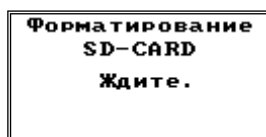

Рисунок 119
7.9.17 Время выполнения операции зависит от емкости используемой SD-карты и может составлять до нескольких минут (рисунок 119). В это время ИБ не реагирует на команды пульта ДУ и нажатия кнопок на лицевой панели. Для экстренного прерывания процесса форматирования можно удалить SD-карту из слота ИБ.